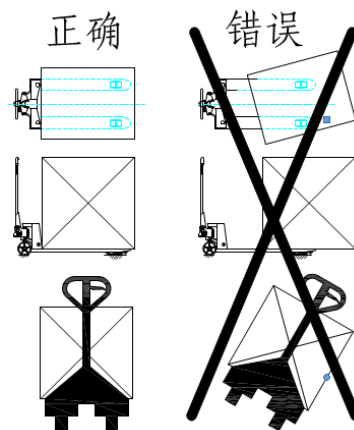

图 5-1
- 5.9. 应注意重物的重心，避免偏载或倾斜（见图 5-1）。